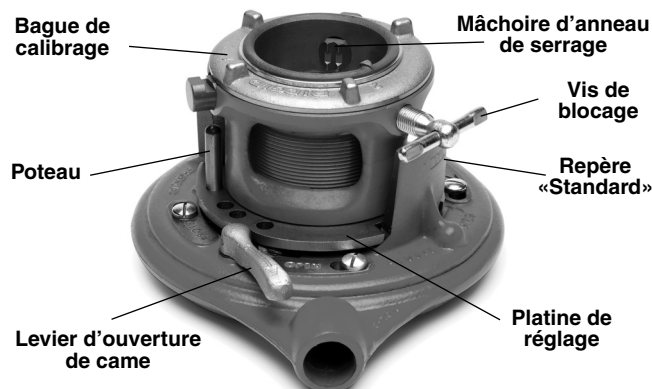
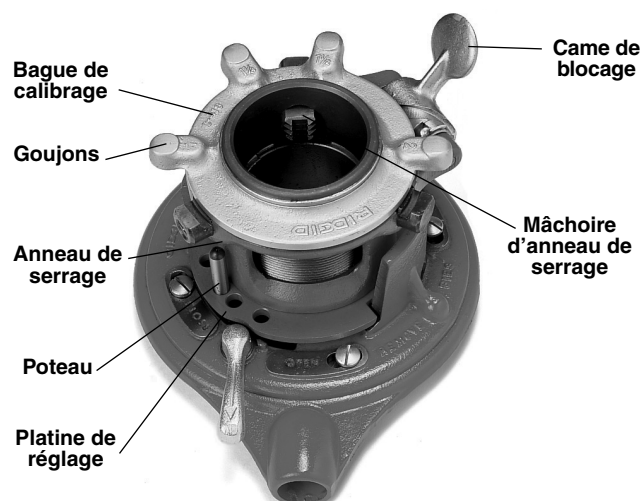

Figure 1 – Fileteuse 65R-C
Figure 2 – Fileteuse 65R-TC
1. Positionnez la fileteuse avec son anneau de serrage vers le haut (*Figures 1 et 2*), puis dévissez l'anneau de serrage en le tournant à gauche jusqu'à ce que la platine de réglage se désengage du poteau.
65R-C : Tournez la bague de calibrage jusqu'à ce que le repère de section approprié s'aligne sur le repère en tête de l'anneau de serrage (Figure 1).
65R-TC : Tournez la bague de calibrage jusqu'à ce que le repère de section approprié s'aligne sur la came de blocage (Figure 2).
7. Serrez la vis de blocage (Figure 1) ou la came de blocage (Figure 2) afin d'arrimer le tuyau.